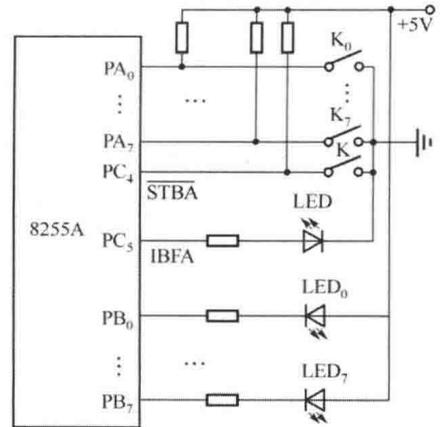

图 7-10 8255A 方式 1 输入举例
**【例 7-2】** 8255A 的 A 口和 B 口分别工作在方式 1 和方式 0 下, A 口为输入端口, 接有 8 个开关。B 口为输出端口, 接有 8 个发光二极管, 连接电路如图 7-10 所示。现要求用方式 1 把改变后的开关信息输入 CPU 并且通过 B 口显示。